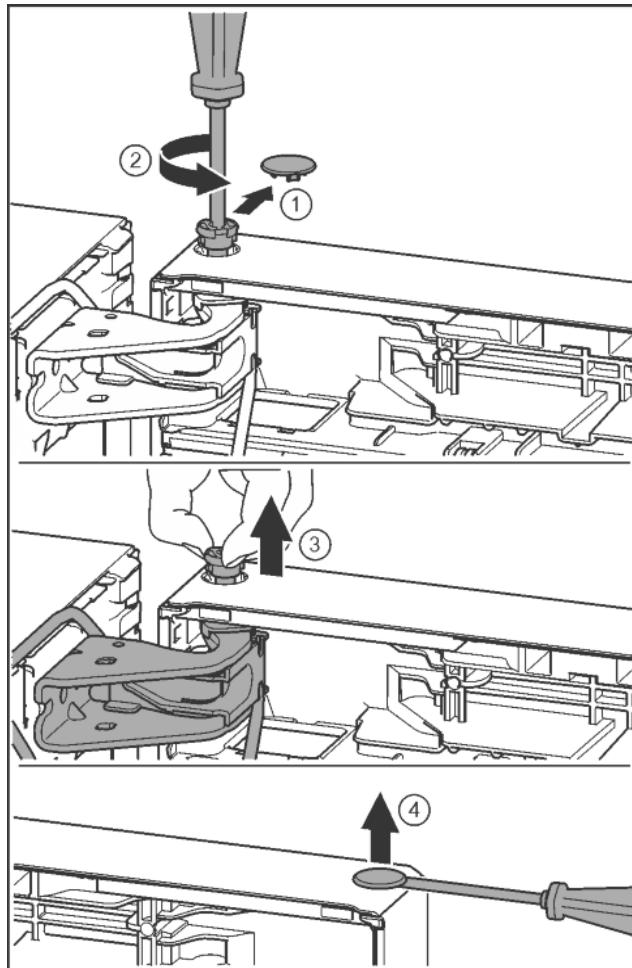

Fig. 26
- Осторожно снять предохранительную крышку. *Fig. 26 (1)*
- Немного выкрутить палец отверткой T15. *Fig. 26 (2)*
- Удерживать дверь и вытянуть палец рукой. *Fig. 26 (3)*
- Осторожно приподнять шлицевой отверткой заглушку из опорной втулки двери и вынуть. *Fig. 26 (4)*